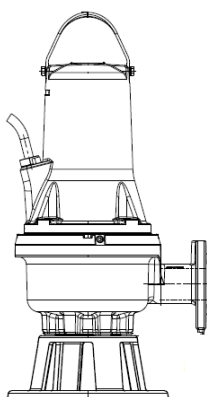

Fig. 7 Instalarea submersibilă independentă pe suport inelar
- Montați flanșa specială (fig. 7 – poz. D) la cursor și ghidarea către gura de trimitere a pompei și agățați funia sau lanțul la mânerul sau orificiu pe partea superioară a corpului.